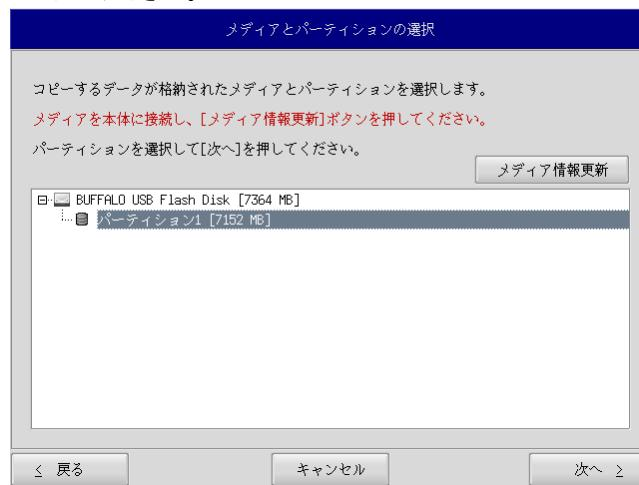

図6-4-2. メディアとパーティション選択画面
- ⑥ メディアとパーティション選択画面（図6-4-2）が表示されます。本体にメディアを接続し、[メディア情報更新]ボタンを押してください。バックアップファイルが保存されているメディアのパーティションを選択し、[次へ]ボタンを押します。